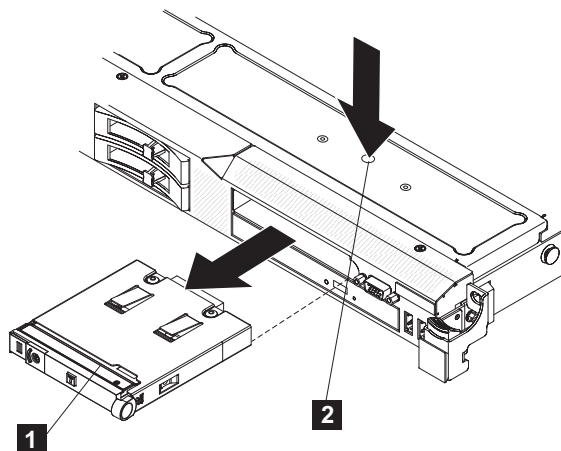

Figura 255. Usando a guia de liberação para remover o painel de informações do operador do SAN Volume Controller 2145-CG8 ou 2145-CF8
7. Use um objeto para empurrar para baixo a guia de liberação (**2** em Figura 255).